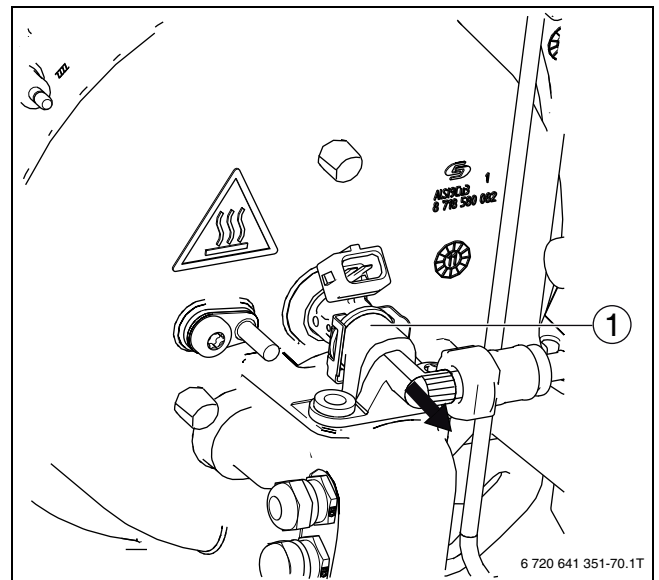

Bild 85 Brennereinspritzventil mit Anschlussstück
- ▶ Brennereinspritzventil mit Anschlussstück (→Bild 85 [1]) herausziehen.